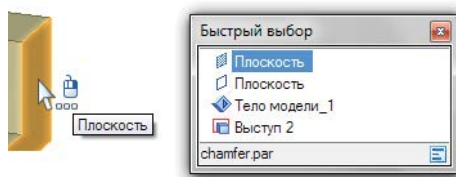

Рис. 2.1.11. Инструмент быстрого выбора
- *С помощью инструмента быстрого выбора.* При задержке курсора мыши над выбираемым объектом рядом с курсором появляется значок быстрого выбора (рис. 2.1.11).